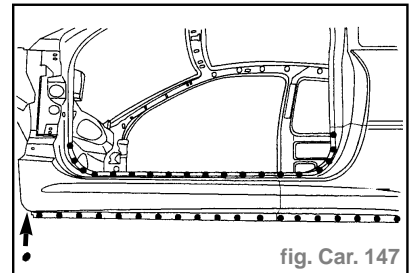

fig. Car. 147
- Souder par points électriques (avec l'équipement AB1) (fig. Car. 147).